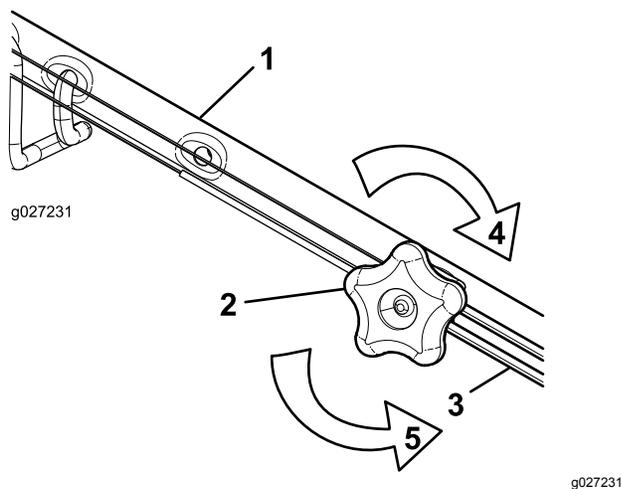

Figura 31
1. Gire el pomo de ajuste en sentido antihorario para aflojar el cable (Figura 31).
- Ajuste la tensión del cable (Figura 31) tirando del mismo hacia atrás o empujándolo hacia adelante, y sujételo en esa posición.